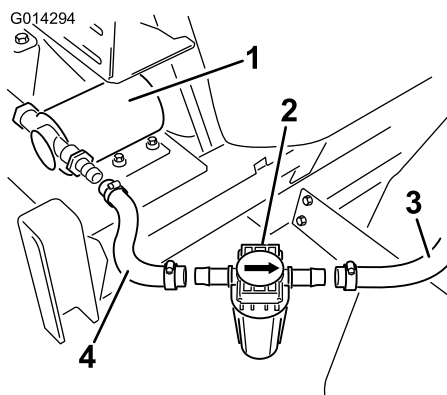

Рисунок 23
2. Установите фильтр в ряд между открытыми концами шлангов, идущих от насоса и к промывочным соплам (Рисунок 23).